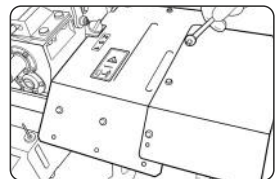

Рис. 16
- Установите дополнительные защитные крылья (рис. 16). Закрепите болтами М6Ø16 и гайками М6.